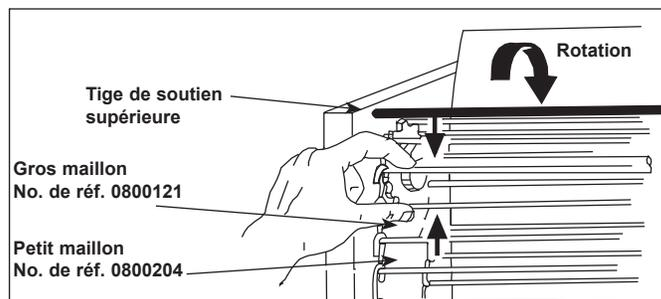

Figure 14. Retrait du tapis du transporteur
Au bout d'un certain temps, les maillons de la chaîne du transporteur s'useront, la chaîne se détendra et elle finira par sauter des pignons. Pour éviter cela, retirez un ou plusieurs maillons de part et d'autre du transporteur. Il y a de petits maillons de 12 mm de part et d'autre du tapis. Les maillons restants sont gros et font 19 mm de long (Figure 14).
2. Déconnectez la chaîne du tapis en resserrant deux maillons et en dégrafant les deux extrémités d'un maillon (Figure 14).
2. Placez la chaîne de rechange sur les pignons supérieurs avec les crochets vers le bas. Vérifiez le positionnement correct (Figure 14).
REMARQUE : Les extrémités des crochets doivent pointer vers le bas. (Figure 14).